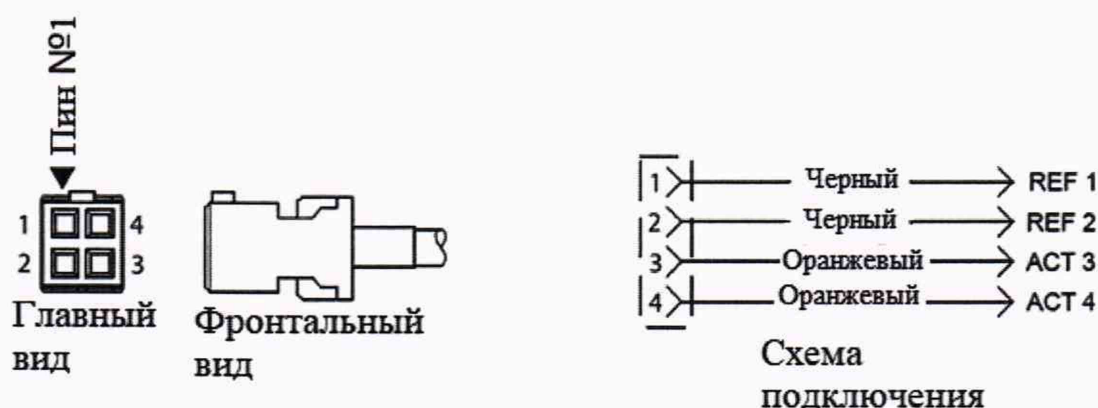

Рисунок 12 – Схема подключения для моделей ST50, ST51, ST75(V)
- Для моделей ST50, ST51, ST75(V): клеммы 1 и 2 (рисунок 12)
- Для моделей ST50, ST51, ST75(V): клеммы 3 и 4 (рисунок 12)